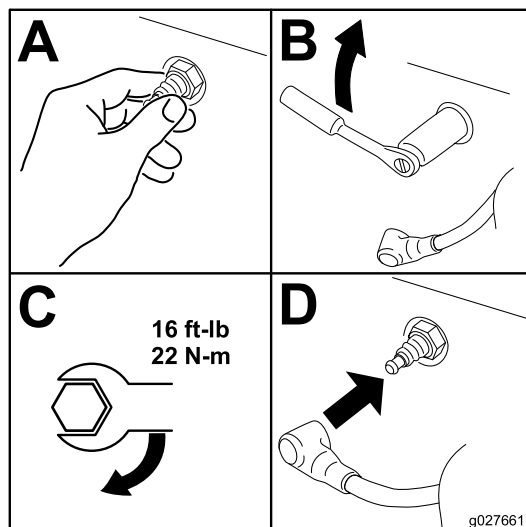

Figure 64
1. Posez la ou les bougies, comme montré à la Figure 64.